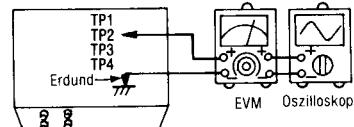

Abb. 7
- Der Testaufbau ist in Abb. 7 gezeigt.